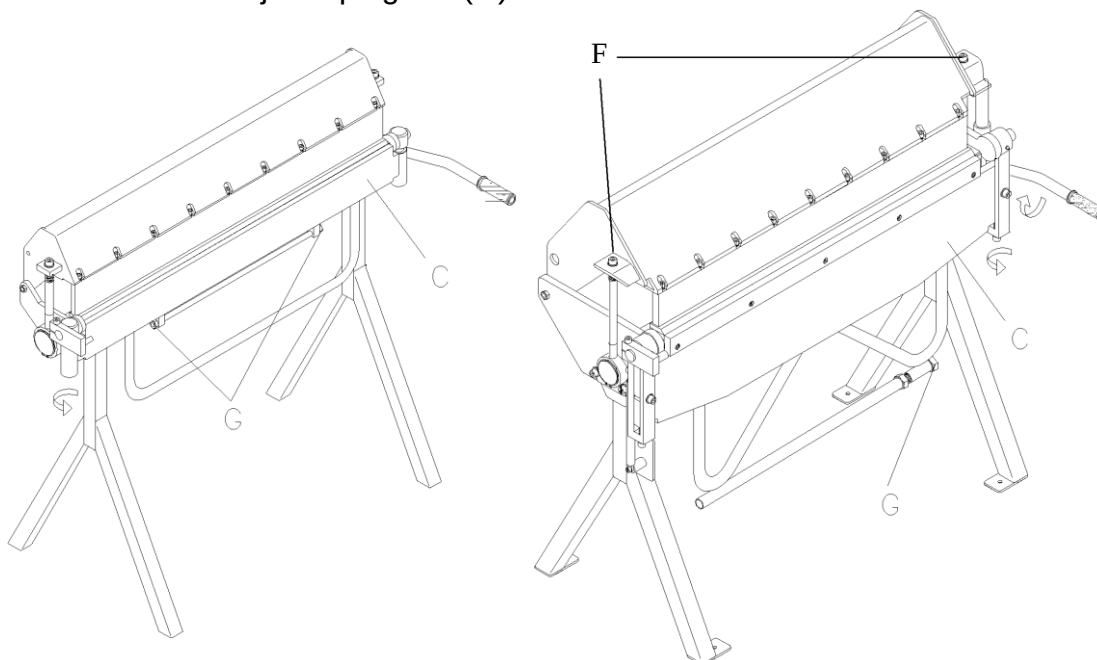

Fig.: 2.3
Puede ser necesario regular el eje de plegado (Fig.: 2.3). Se puede hacer aflojando o apretando de modo uniforme, los tornillos de regulación suministrados (F) y fijando los tornillos sobre el eje de plegado (G).